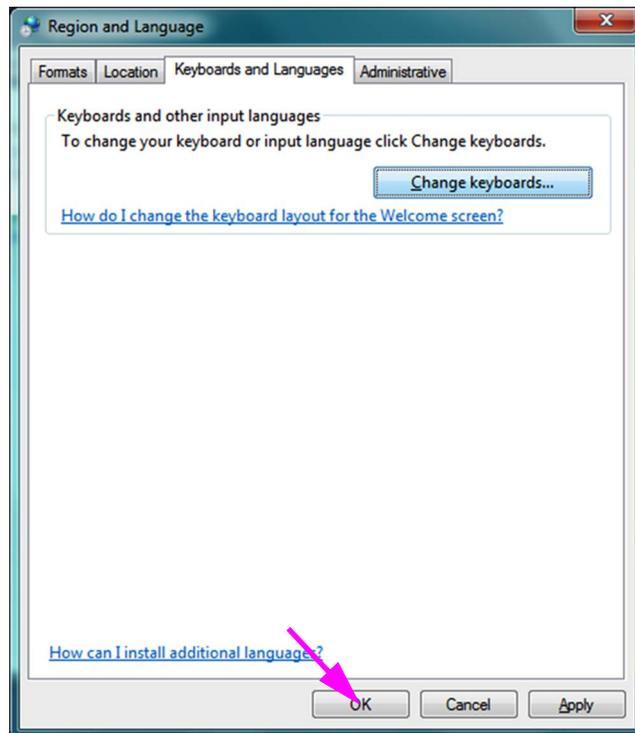

Abbildung C-12. Bildschirm „Region and Language“ (Region und Sprache) – Registerkarte „Keyboards and Languages“ (Tastaturen und Sprachen)
- Kehren Sie zur Registerkarte „Keyboards and Languages“ (Tastaturen und Sprachen) zurück (vgl. Abbildung C-12) und klicken Sie auf die Schaltfläche **OK**, um die Änderung der Tastatursprache abzuschließen.